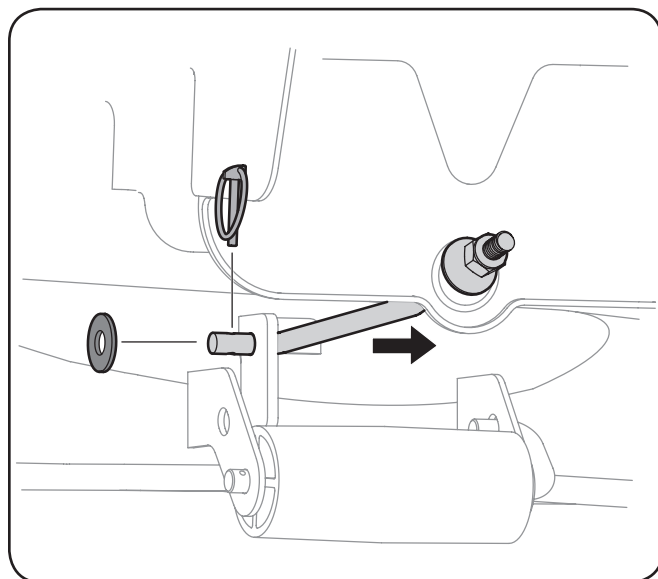

Figura 7-4
9. Deslice suavemente la plataforma de corte hacia la parte delantera del tractor y con cuidado guíe los ganchos de la plataforma para extraerlos de la varilla estabilizadora de la plataforma. Vea la Figura 7-4.